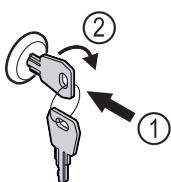

Fig. 167 例图
- ▶ 按入钥匙 Fig. 167 (1)。
- ▶ 将钥匙顺时针转动 90° Fig. 167 (2)。